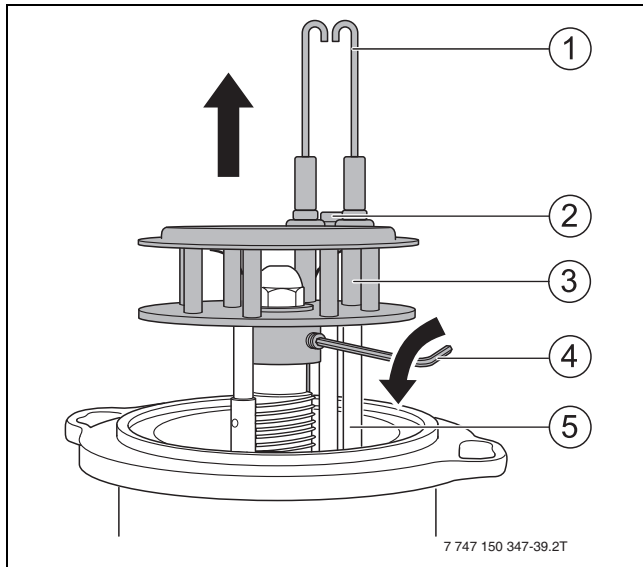

Bild 37 Mischsystem ausbauen
- ▶ Schraube (Bild 37, [2], Seite 24) zwischen den Zündelektroden lösen.
- ▶ Zündelektrode (Bild 37, [1], Seite 24) ausbauen.
- ▶ Mischsystem mit Gewindestift (→Bild 37[4], Seite 24) sichern.